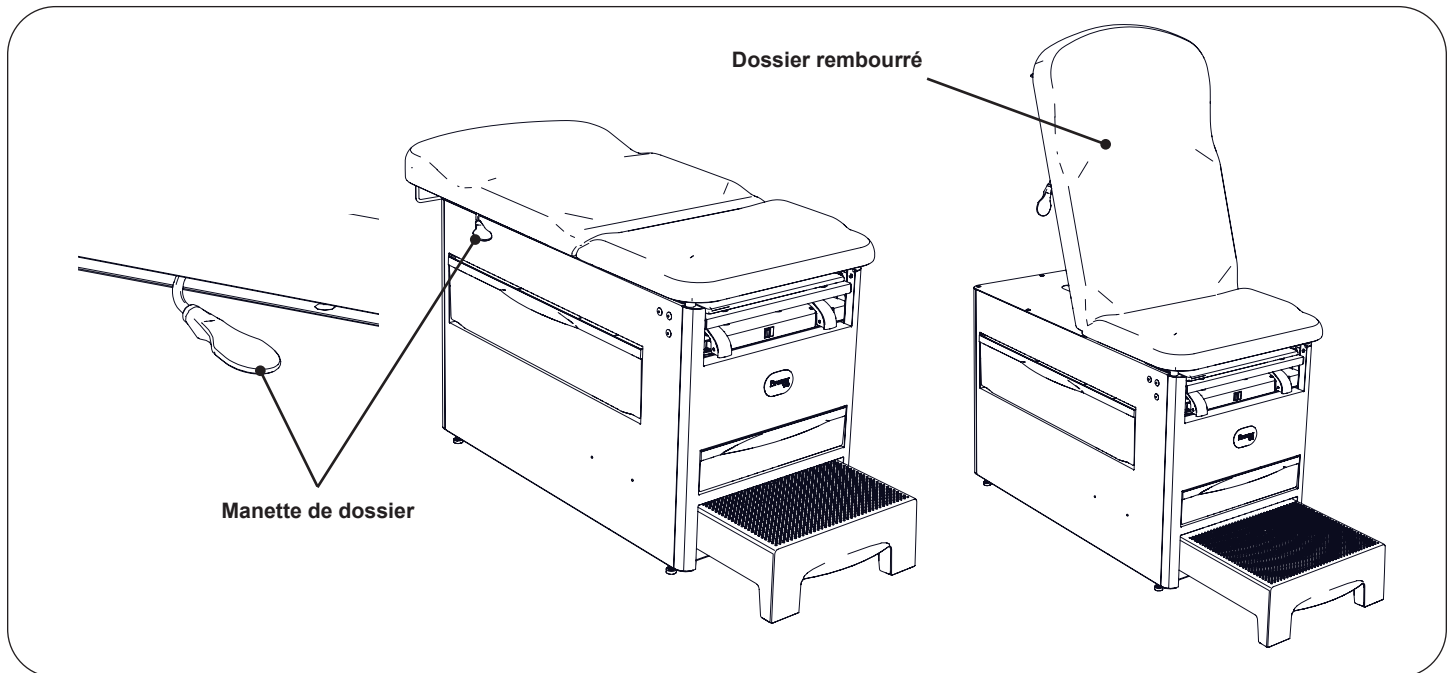

Figure 15. Utilisation du dossier rembourré
1. Tenir enfoncé la manette du dossier, soulever le dossier rembourré vers le haut pour l'élever (Figure 15). La libération de la manette verrouillera automatiquement la table dans la position souhaitée.